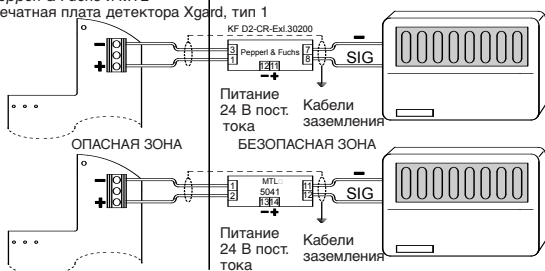

Рис. 5. Электрические соединения детектора **Xgard**, тип 1
2. Проверить правильность выполнения электрических соединений согласно рис. 5.